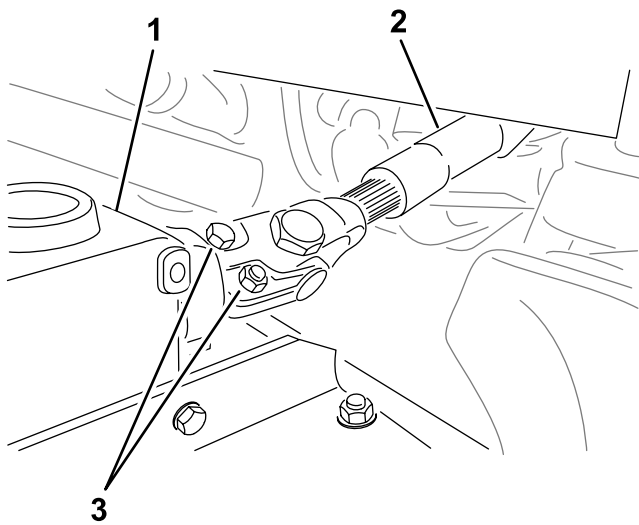

Figura 4
3. Fate scorrere la forcella dell'albero della PDF sull'albero della scatola ingranaggi e fissate gli alberi tra loro con 2 bulloni e dadi in direzioni opposte (Figura 4).
- 4. Serrate i bulloni e i dadi (Figura 4); fate riferimento al *Manuale dell'operatore* della macchina per le specifiche sulla coppia.